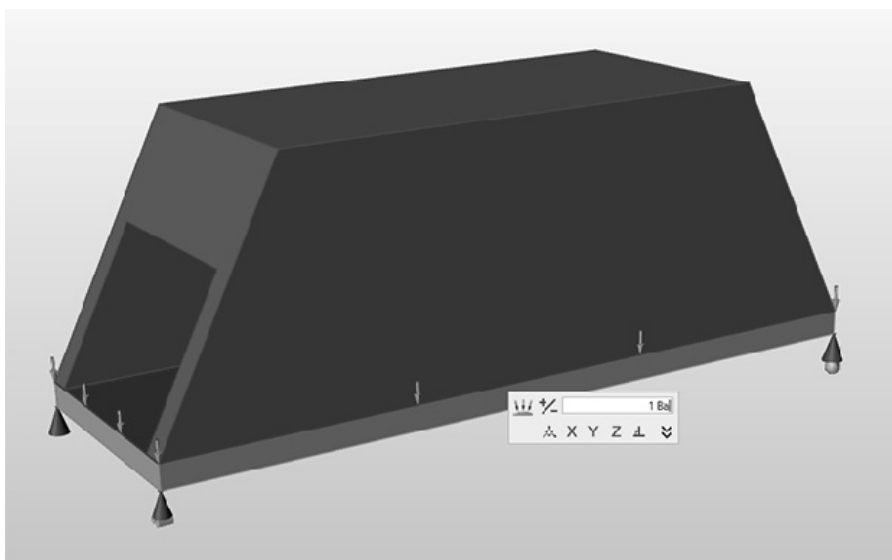

图 4-46
3) 将鼠标光标移动至基座上方，单击顶面，施加一个压力，如图 4-46 所示。